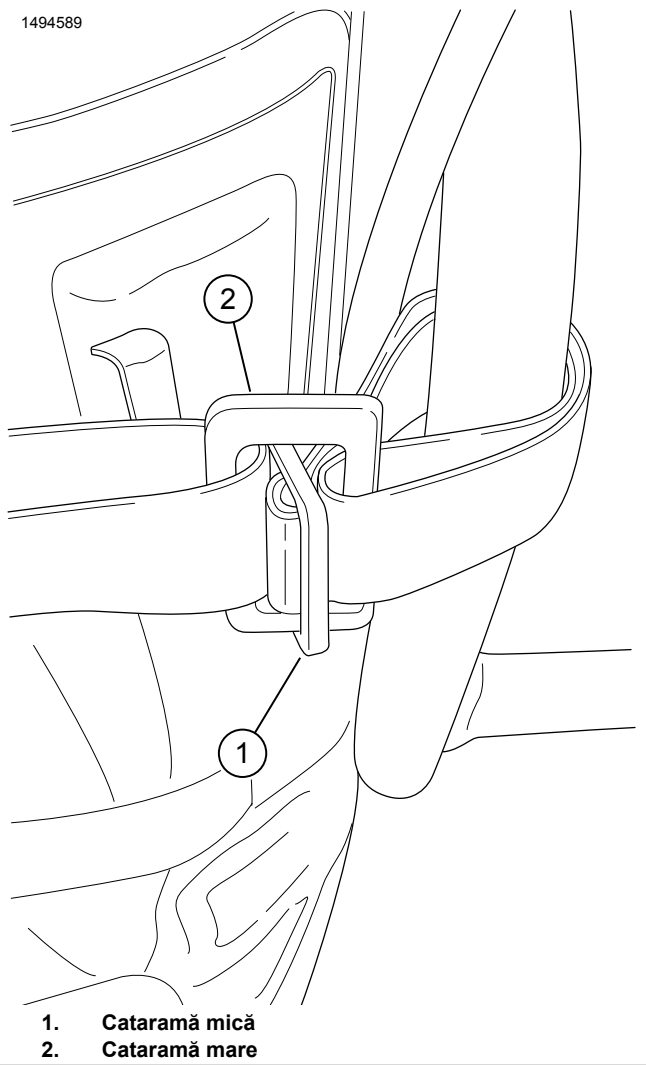
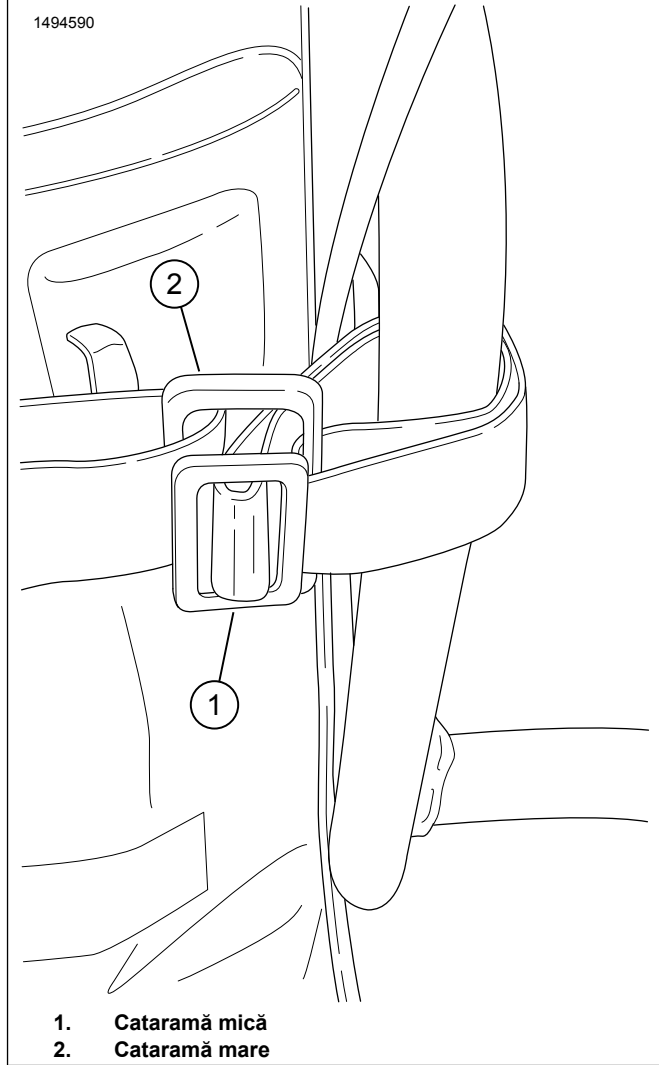

Figura 6. Procedură curea de tensiune 2
Figura 7. Procedură curea de tensiune 3
- a. Consultați Figura 6 și Figura 7. Introduceți catarama mică (1) în catarama mare (2).